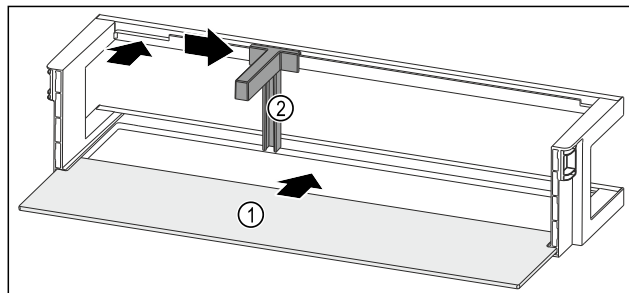

Fig. 246 Balconcino controporta con ripiano
- Inserire il ripiano Fig. 246 (1) negli incavi laterali.
- Inserire il fermabottiglie Fig. 246 (2) nell'incavo.
- Fare scorrere il fermabottiglie Fig. 246 (2) lateralmente alla posizione desiderata.